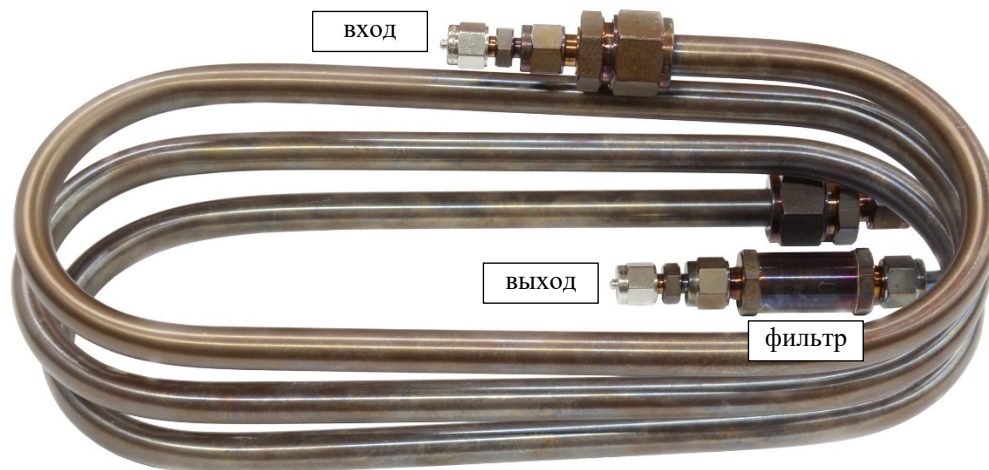

Рисунок 33 – Осушитель (вторая ступень системы подготовки сжатого воздуха с глубокой осушкой).
1.5. Модуль глубокой осушки (осушитель, вторая ступень, Рисунок 33) представляет собой адсорбционный осушитель, позволяющий осушать сжатый воздух, подготовленный первой ступенью до  $-90\text{ }^{\circ}\text{C}$  и ниже.
- используя гаечный ключ на 12, подключите трубки с маркировкой «ВХОД ОСУШИТЕЛЯ» и «ВЫХОД ОСУШИТЕЛЯ» к соответствующим штуцерам на задней стороне генератора (фильтрующий элемент должен располагаться со стороны выхода осушителя – см. Рисунок 33);
- не дожидаясь стравливания давления из осушителя, сразу подключите трубки к штуцерам осушителя, как показано на рисунке ниже (Рисунок 33, на выходе осушителя имеется фильтр).